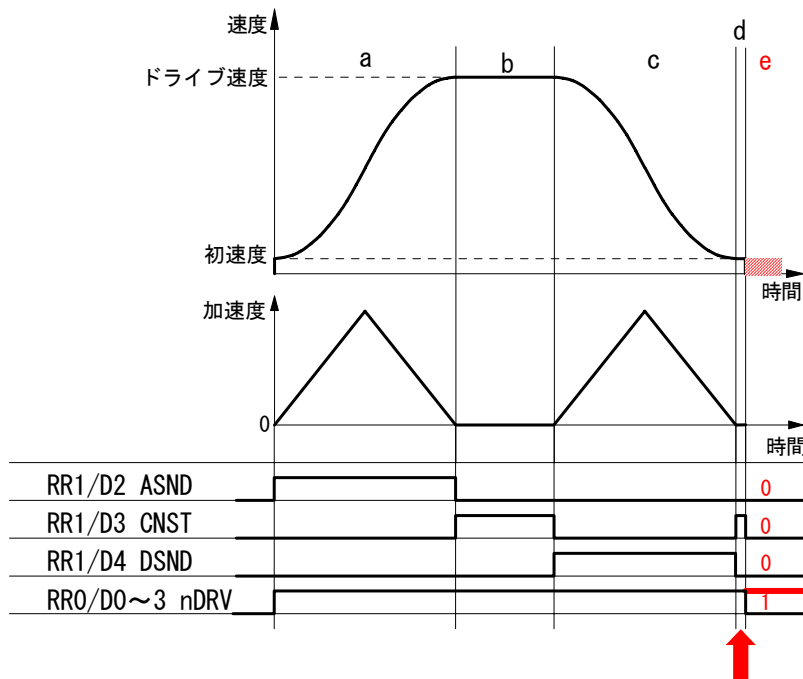

図3 RR1 レジスタが示す加減速状態
ICのRR1 レジスタからは、加速中(ASND)、定速中(CNST)、減速中(DSND)の加減速状態を読み取ることができますが、この時の加減速状態は次の図3 ようになります。
減速停止要求が入ると不具合が発生する可能性がある区間は図3中dの区間で、この時の加減速状態は定速(CNST=1)を示しています。また不具合(連続してパルスを出す)が発生した場合には、ドライブ中(RR0/nDRV=1)にもかかわらず、ASND,CNST,DSND はいずれも0となります。
基本的には減速が始まったら、減速停止をさせる必要がないわけですから、減速停止命令(26h)の発行を禁止するようにします。減速中であることを知るには通常nRR1/D4(DSND)を見ますが、図3に示すように、減速停止命令を書く和不具合が発生するのは図3中dの区間です。この区間ではDSND ビットは0になりCNST ビットが1になります。従って、回避策として次の2つの方法を提案させていただきます。
減速停止をかけたい区間は加速時及び定速時(図3のaとb)ですが、図3に示すように、不具合を起こす区間dも定速区間bと同じ定速状態を示します。しかし現在速度に違いがあり定速区間bでは設定ドライブ速度に近く、不具合を起こす区間dでは初速度に近い値です。従って、ドライブ開始前に初速度とドライブ速度の中間の速度を判定速度 $((\text{ドライブ速度} - \text{初速度})/2 + \text{初速度})$ として求めておき、ドライブ中減速停止命令を発行する時には、加速中(ASND=1)または定速中(CNST=1)で且つ現在速度 \geq 判定速度ならば減速停止命令を発行するようにします。
割込みの発生要因として、図3に示すS字加減速の定速域(b区間)終了を設定することができます。しかしこの割込みは、図3に示すように、
- ① 定速域終了を確認します。ドライブしている軸の $RR3/D5(C-END)$ ビットが 0 の場合は、他の割り込み要因ですので、そちらの割り込み処理を行ないます。
- ② 減速域に入ったか確認します。 $RR1/D4(DSND)=1$ の場合は、図 3 の b 区間から c 区間にはいった時ですから、そのまま処理を終了します。 $=0$ の場合は d 区間終了であることを示していますので、③の処理に移ります。
- ③ ドライブの終了を確認します。もしドライブが終了していれば、d 区間も正常に終了したことなので、そのまま処理を終了します。ドライブが終了していない場合は、d 区間が終了したにもかかわらずドライブ状態であることですので、不具合が発生したことがほぼ確定できます。即停止命令をかける前に、次の④と⑤は安全のために確認します。
- ④ ハードリミットがオンしていることを確認します。 $RR1/D12, D13$ ビットはそれぞれ+方向、-方向のリミットが作動すると 1 を示しますので、 $D12=1$ または $D13=1$ ならば、進行方向のリミットがオンしたと判断します。
- ⑤ 不具合発生時には $ASND=CNST=DSND=0$ となるので、これを確認します。
- ⑥ 即停止命令を発行します。
(2) IC からの割り込みを使用しない場合
図 3 の d 区間において進行方向のリミットがアクティブになると不具合が発生します(正確には、まれに発生する場合があります)。これを事前に回避する方策はありませんので、不具合が発生したら直ちに停止させる方法を取ることになります。図 3 に示すように不具合が発生すると(e 区間)、ドライブ状態のまま($RR0/nDRV=1$)、加減速状態は $ASND$ 、 $CNST$ 、 $DSND$ とともに 0 になります。この状態は正常なドライブでは起きません。よって、次のような対策のための処理例を示します。